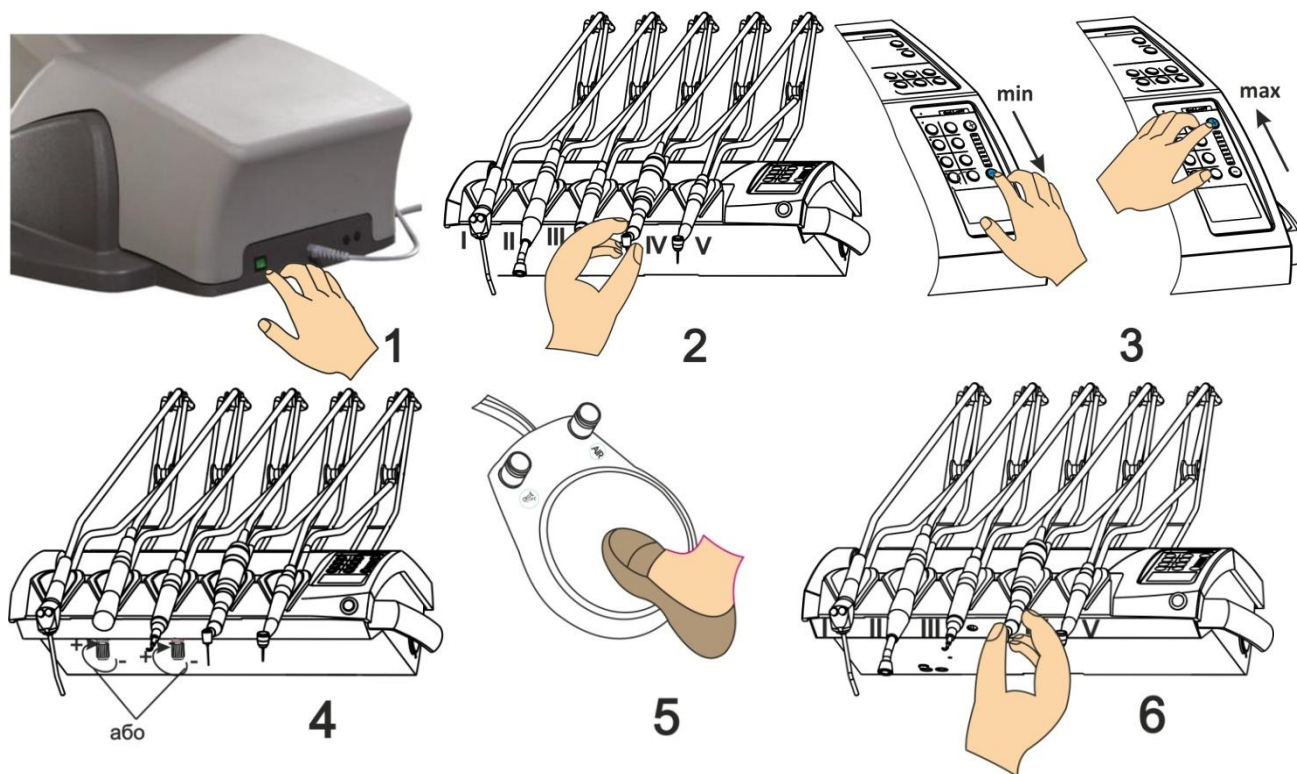

Рисунок 5.3.1.1 Настроювання частоти обертання мікромотора в нормальному режимі
1. Увімкніть живлення стоматологічної установки. При цьому на блоці лікаря встановлюється нормальний режим роботи (див. Рисунок 5.3.1.1).